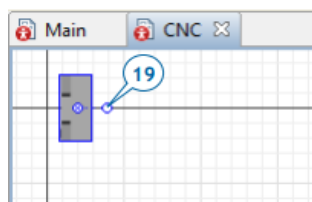

Рисунок 14.9 – Властивість повороту на 90°
19. Перемістіть анімацію вправо та поверніть форму верстата з ЧПК, використовуючи круглу ручку або встановивши властивість «Поворот фігури на 90°» (рис. 14.9).